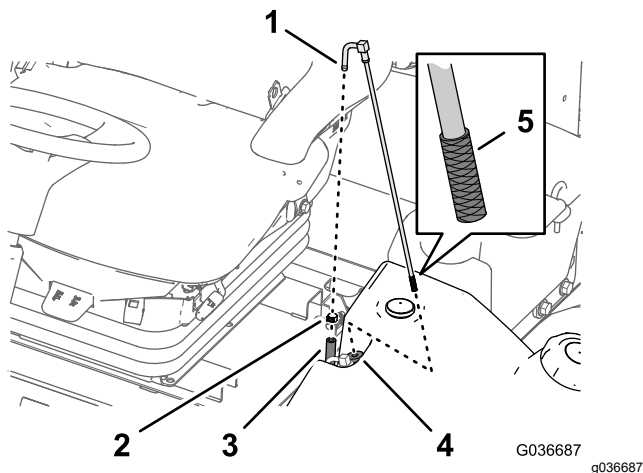

图 51
1. 取下将供油软管固定至燃油集油管接头的软管夹 图 51。
2. 从接头上分开软管 图 51。
3. 将燃油集油管从油箱中提起 图 51。
4. 清洁燃油集油管端部滤网上的任何杂物 图 51。
5. 先将燃油集油管插入橡胶轴套然后再插入油箱 图 51。